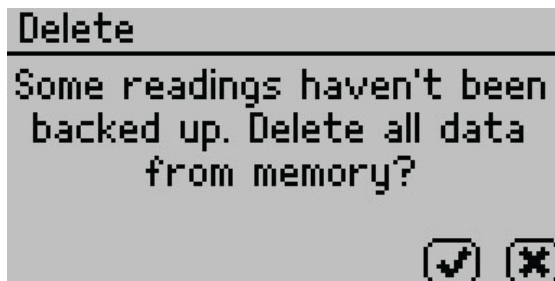

Figure 56 Hộp thư thoại nhắc nhở sao lưu dữ liệu
- **Delete:** Tùy chọn này để xóa tất cả dữ liệu hiện được lưu trữ trong thiết bị. Kết quả đo không thể xóa riêng lẻ từng kết quả. Nếu những thông tin không có lưu trữ dự phòng với phần mềm AquaLink 4, xuất hiện màn hình để nhắc nhở (Figure 56).